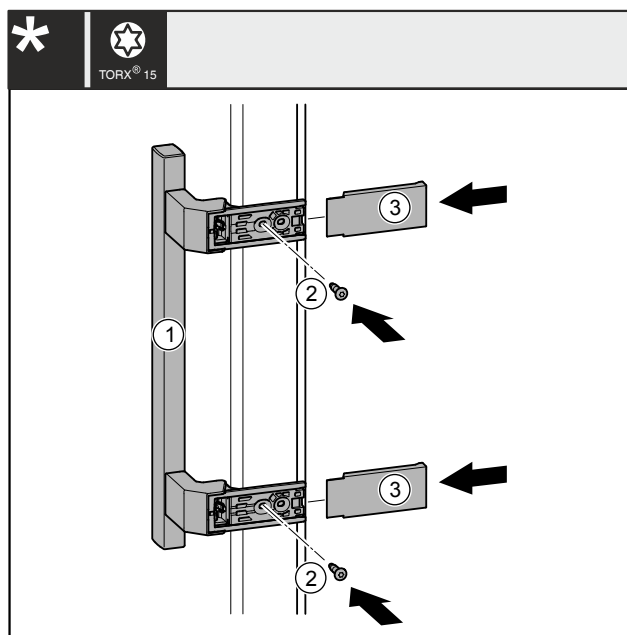

Fig. 41
- ▶ Påsæt grebet Fig. 41 (1) på den modsatte side.
- ▶ Skru skrueene Fig. 41 (2) fast med en skrue-trækker.
- ▶ Påsæt afdækningerne Fig. 41 (3) på siden, og skub dem på plads, så de går i indgreb.